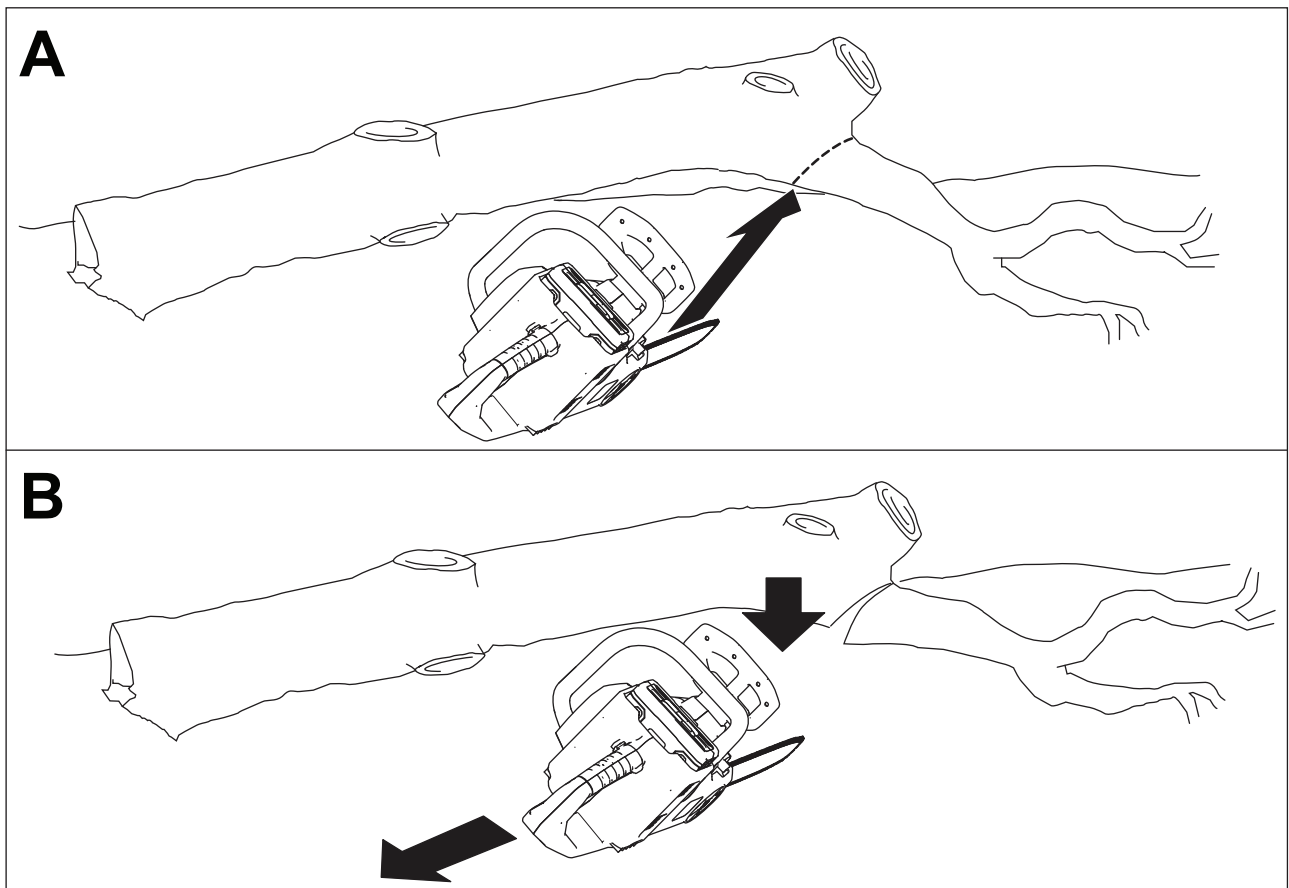

Figure 19
3. Coupez les grosses branches qui supportent le poids de l'arbre en procédant de bas en haut pour éviter que les branches pincement la lame (Figure 19).